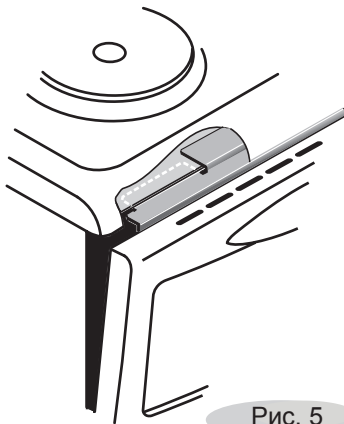

Рис. 5
- При пользовании грилем необходимо приоткрыть дверцу духовки и вставить отражатель (рис. 5).